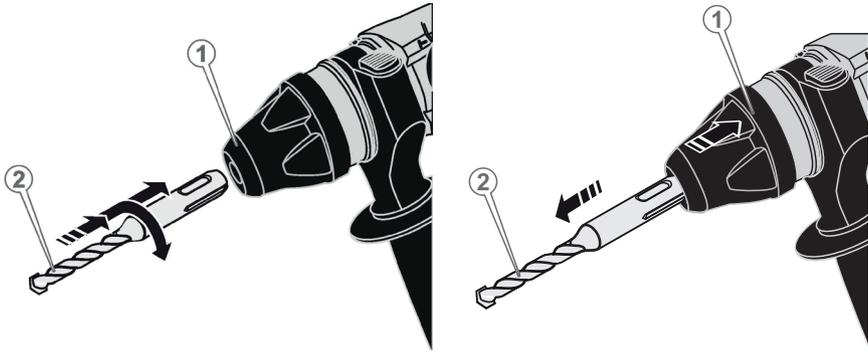

Рисунок 2. Схема встановлення/вилучення змінного кінцевого інструменту.
2. Встановити хвостовик змінного інструменту (2, рис. 2) в патрон «SDS-plus» (рис. 2), повертаючи його навколо осі і штовхаючи вглиб патрона доти, поки не буде забезпечена фіксація (рис. 2).